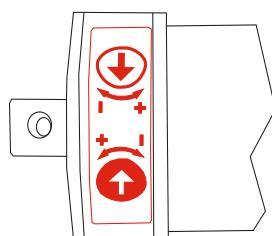

fig 1
**CAUTION:** Breaking the seals (fig 1) to the limit settings may limit and possibly eliminate the warranty.
**WARNING:** Att bryta förseglingen (fig 1) över dukens gränslägen kan begränsa eller i vissa fall helt eliminera garantin.